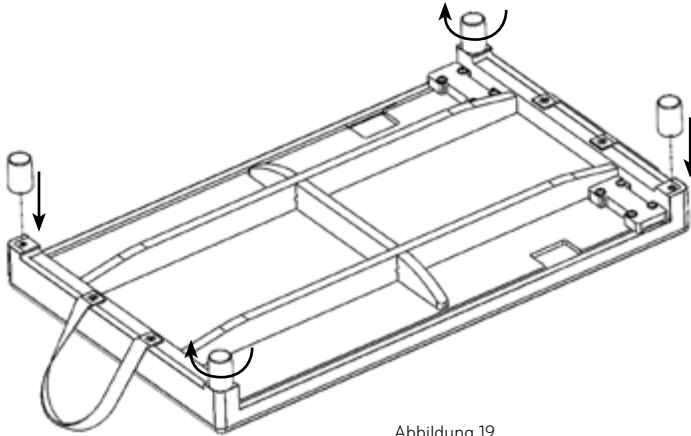

Abbildung 19
2. Suchen Sie die vier (4) Füße, aus denen ein Gewinde herausragt, und fädeln Sie sie in die Ecksätze an der Unterseite des Mattenumbaus ein.
3. Drehen Sie sie im Uhrzeigersinn, bis sie fest sitzen. Handfest ist in Ordnung. Siehe Abbildung 19.